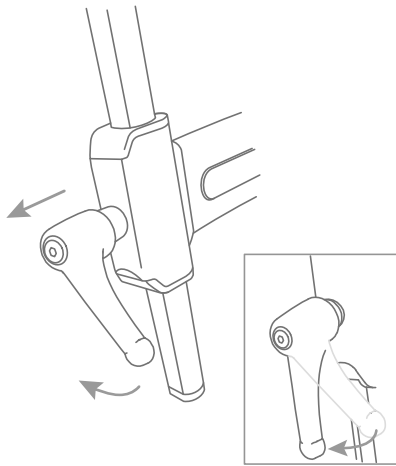

Figure 24: Placez les poignées de réglages dans la bonne position.
- g.** Placez les poignées de réglages verticalement de façon à ce qu'elles soient dirigées vers le bas. Pour ce faire, tirez doucement la poignée de réglage vers l'extérieur et tournez-la dans la bonne position (**Figure 24**).